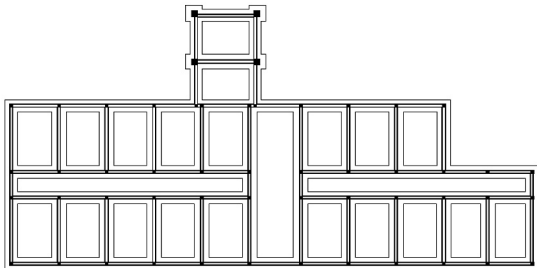

图 5.19 加粗基础墙
⑤ 在输入选项 [闭合(C)/合并(J)/宽度(W)/编辑顶点(E)/拟合(F)/样条曲线(S)/非曲线化(D)/线型生成(L)/放弃(U)]: 提示下, 输入“J”后按 Enter 键, 表示要执行【合并】子命令。这样, AutoCAD 将第②步全选的基础墙中所有首尾相连的对象连接在一起。
⑥ 在输入模糊距离或 [合并类型(J)]<0.0000>: 提示下, 按 Enter 键, 表示执行尖括号内默认的模糊距离“0.0000”。
⑦ 在输入选项, [打开(O)/合并(J)/宽度(W)/编辑顶点(E)/拟合(F)/样条曲线(S)/非曲线化(D)/线型生成(L)/放弃(U)]: 提示下, 输入“W”后按 Enter 键, 表示要改变线的宽度。
⑧ 在指定所有线段的新宽度: 提示下, 输入“50”, 表示将线的宽度由“0”改为“50”, 结果如图 5.19 所示。